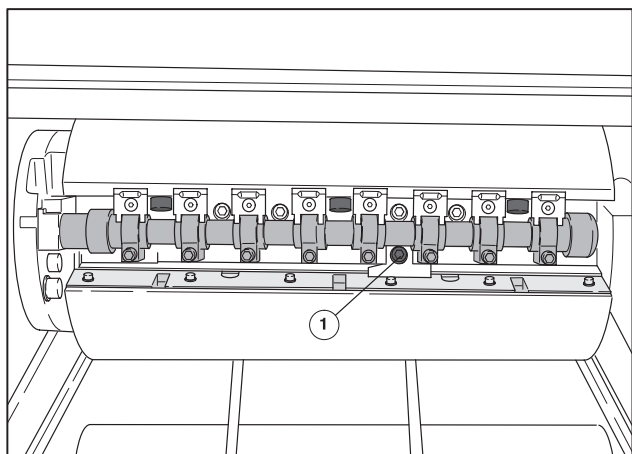

Рис. 5 Зажим задней кромки рубашки
- 3 Поворачивать красный зажимной болт (Рис. 5/①) гаечным ключом по часовой стрелке, чтобы рубашка слегка натянулась.
- 5 Поворачивать зажимной болт (Рис. 5/①) по часовой стрелке, пока рубашка не будет натянута: болт вращается легко. Натяжной болт повернуть дальше до легкого упора.